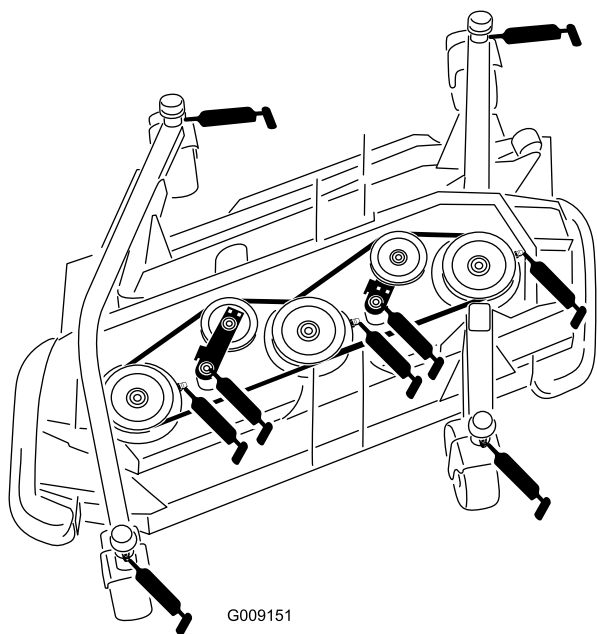

図 55
- ・ キャスタフォークのシャフトのブッシュ (4ヶ所) (図 55)
- ・ スピンドルシャフトのベアリング (各3ヶ所; スピンドルハウジングにある) (図 55)
- ・ アイドラアームのピボットのブッシュ (2ヶ所; アイドラピボットのシャフトにある) (図 55)